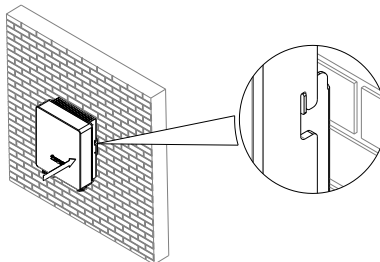

FIG. 6-9 Cuelgue el inversor en el soporte de montaje en pared
1) Cuelgue el inversor en el soporte de montaje en pared. Mantenga el equilibrio durante la operación para evitar que el dispositivo se dañe por colisión con paredes u obstáculos, según FIG. 6-9.